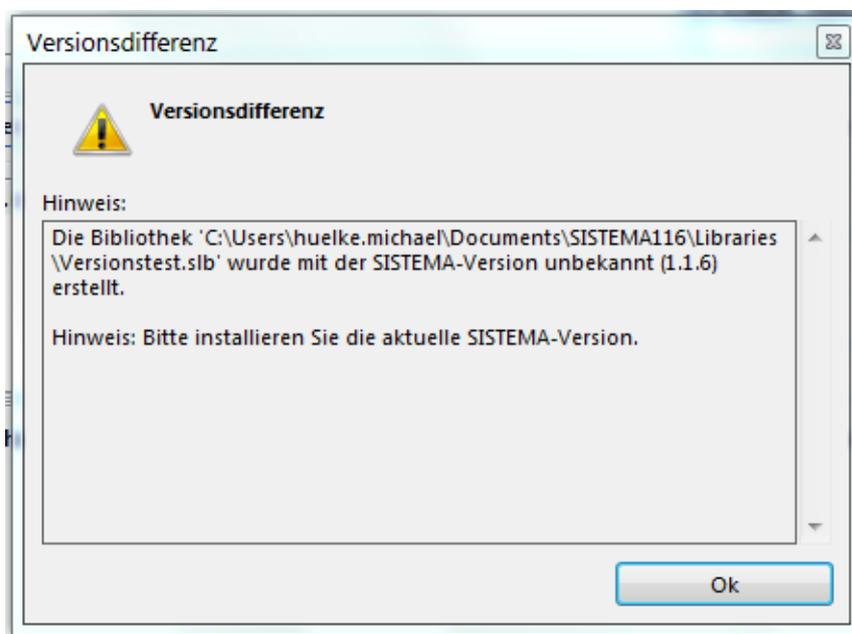

Abbildung 32: Hinweis Versionsdifferenz: Bibliothek neuer als Programm
- Die Bibliothek wurde mit einer neueren Version (z. B. 1.1.6) als das benutzte Programm (z. B. 1.1.5) erstellt, aber die Datenbankdefinition ist dieselbe (führende und mittlere Versionsnummer gleich). Es erscheint ein Hinweis, die aktuelle SISTEMA-Version zu installieren (Abbildung 32). Die Bibliothek wird dennoch geladen, da die Daten kompatibel sind.